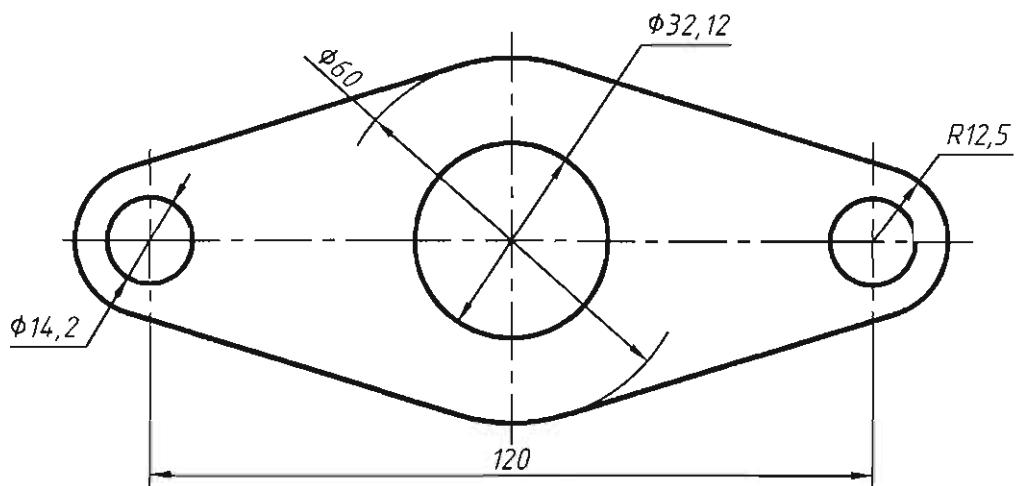

Рис. 5.3. Чертеж фланца (вид сверху).
5.2.3. Начертить фланец с отверстиями (рис. 5.3), проставить размеры. Размерные и осевые линии выполнить на соответствующих слоях.
Прежде чем переходить к простановке размеров фланца, следует начертить тонкой линией части окружности для простановки диаметра 60 мм (см. рис. 5.3). Для этого используйте команду ARC (Дуга). Сделайте текущим слой «Размеры». Включите постоянные привязки Endpoint (Конечная точка) и Intersection (Пересечение).